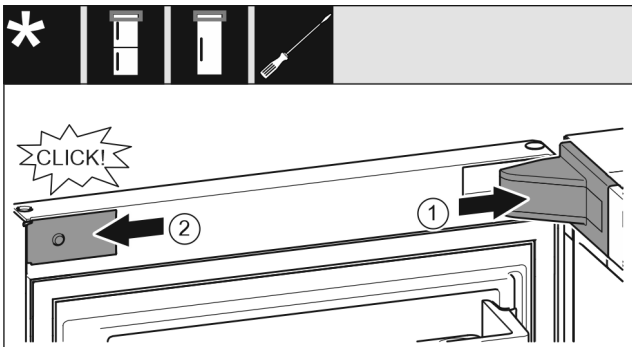

Fig. 20
- ▶ Uždėkite atraminės gembės dengiamąją plokštelę ir užfiksuokite, prirėikus atsargiai išspauskite. Fig. 20 (1)
- ▶ Uždėkite ir užfiksuokite gaubtą. Fig. 20 (2)